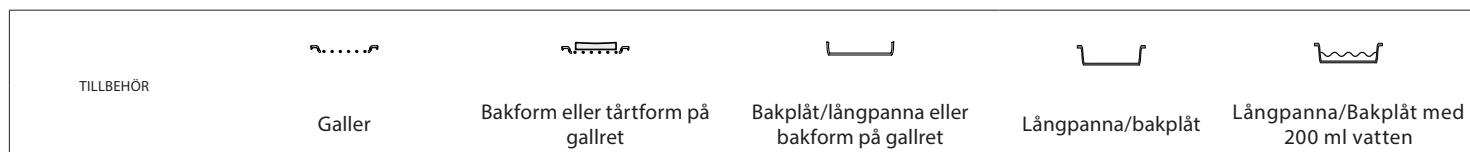

Fig. 2
2. Övriga tillbehör, såsom långpannan och bakplåten, sätts in på samma sätt som gallret (Fig. 2).